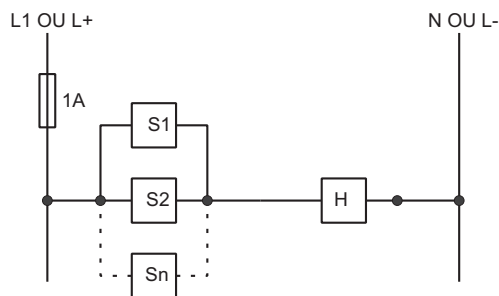

Figure IV.12 – Commande d'un récepteurs de plusieurs endroits
- Lorsqu'un récepteur doit être commandé de plusieurs endroits, les organes de commande seront branchés en parallèle (Figure IV.12) ;